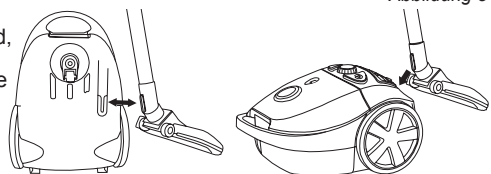

Abbildung 6
- 3. Stecken Sie den Stecker in die Steckdose und drücken Sie den Ein-/Aus-Schalter. Um das Gerät auszuschalten, drücken Sie den Ein-/Aus-Schalter erneut, siehe Abbildung 6.